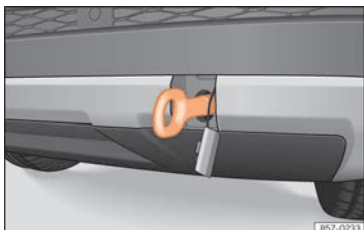

Fig. 104 Sul lato destro del paraurti posteriore: occhiello di traino avvitato.
- Avvitare l'occhiello di traino nell'alloggiamento, ruotandolo fino in fondo **in senso antiorario** »» fig. 104 »» ❶. Utilizzare un oggetto idoneo per avvitare completamente e saldamente l'occhiello di traino nel suo alloggiamento.
❶ AVVISO